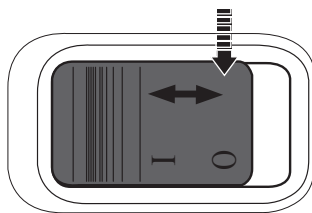

Fig. 17
> Pressione a parte posterior do interruptor de Ligado/Desligado (4) novamente de forma a que o interruptor volte à sua posição de desligado (Fig. 17).